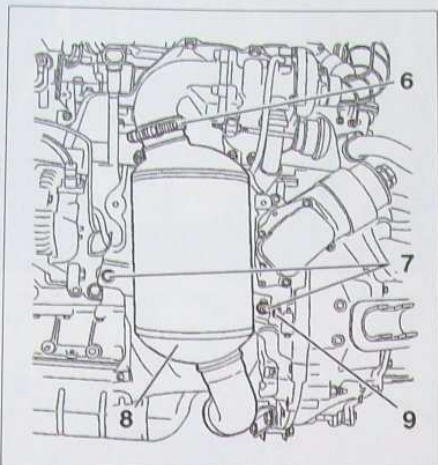

FIG. 13
- le collier supérieur du catalyseur (6) (Fig.13).